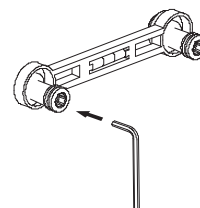

Figura 3
c) Asegúrese de que los 2 conectores curvos se instalan de forma totalmente recta en la pared. La distancia central entre los 2 conectores curvos es de 150±8mm. Utilice el nivel de burbuja (2) para asegurarse de que la línea central permanece horizontal (Figura 3).